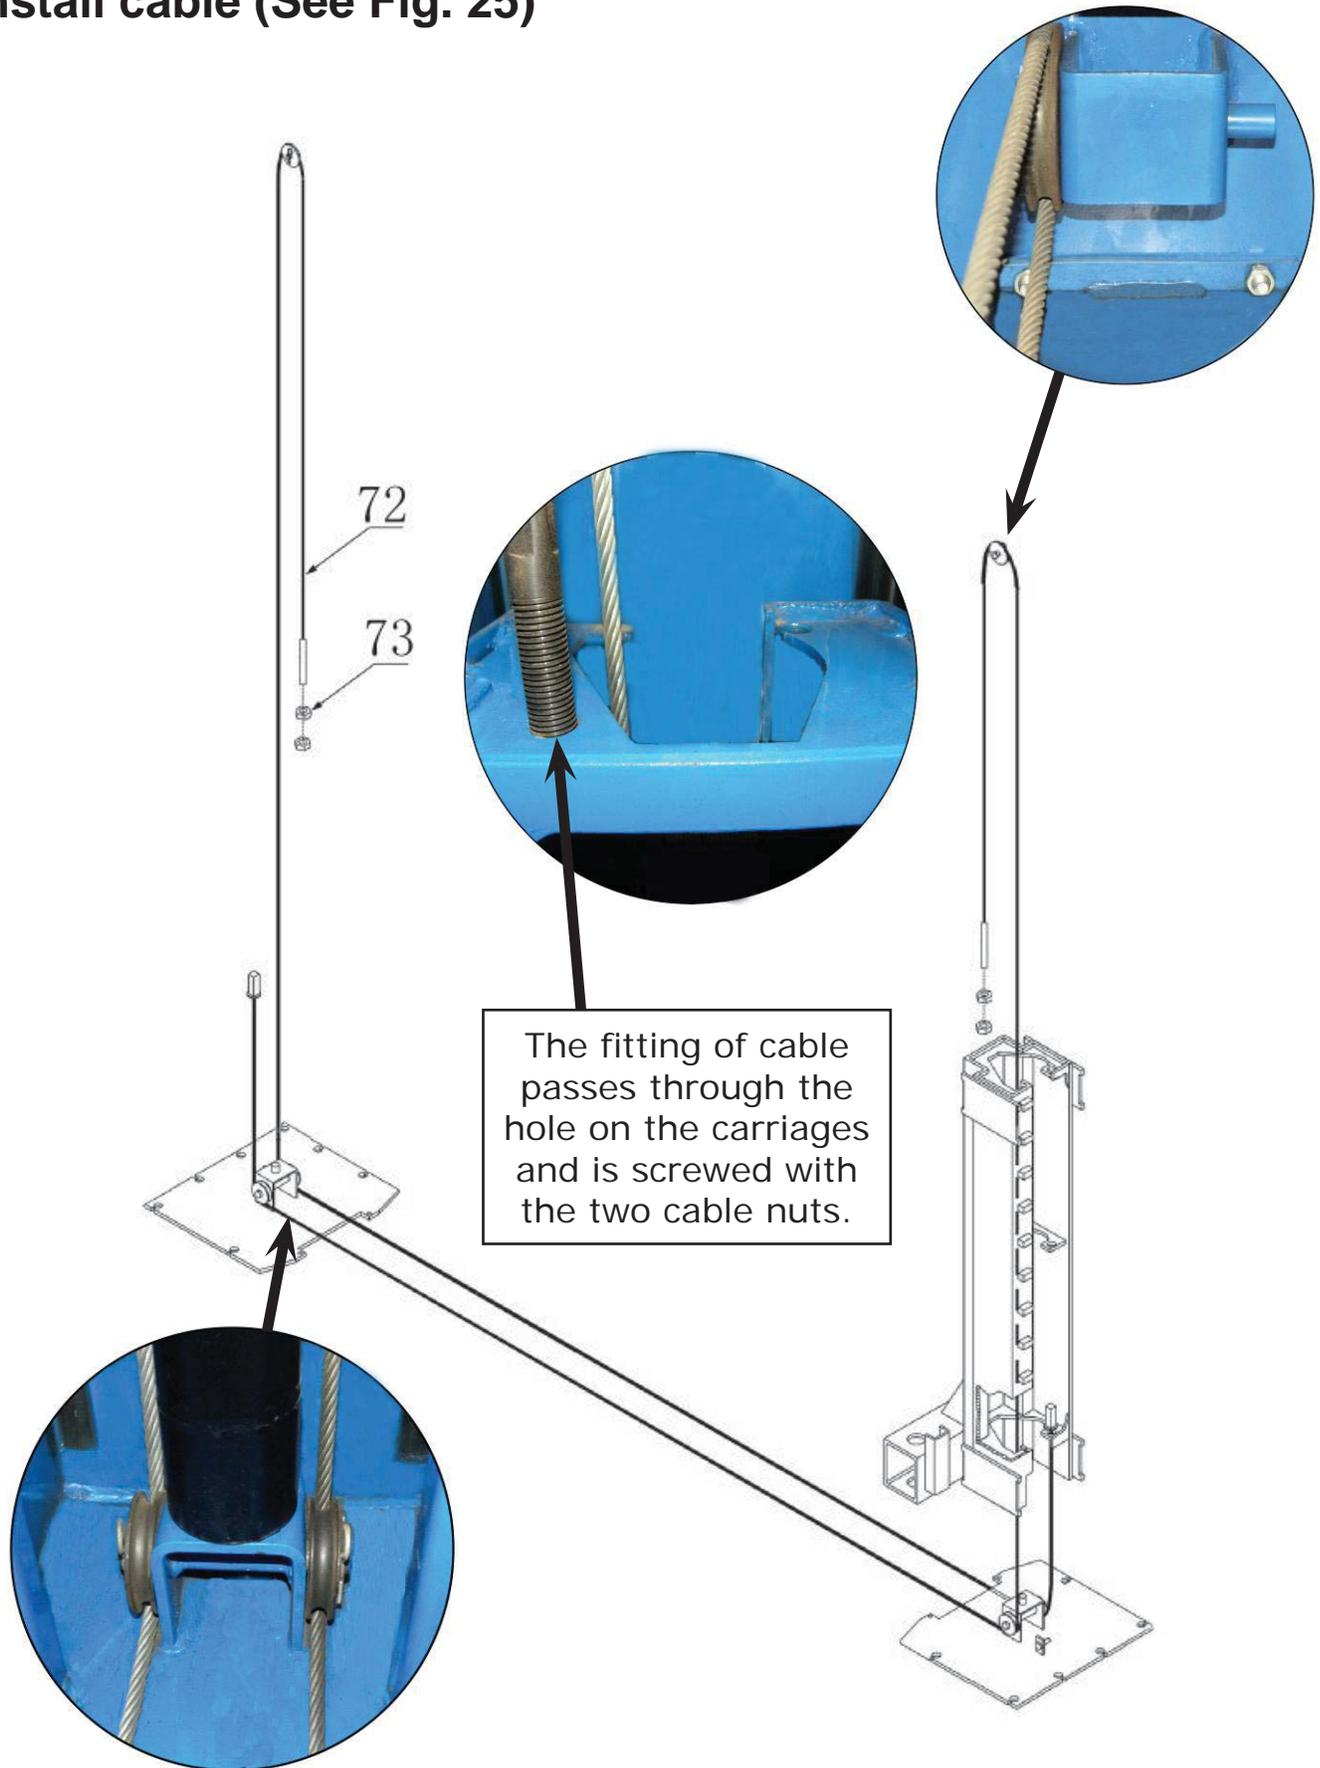

Fig. 25
I. Install cable (See Fig. 25)